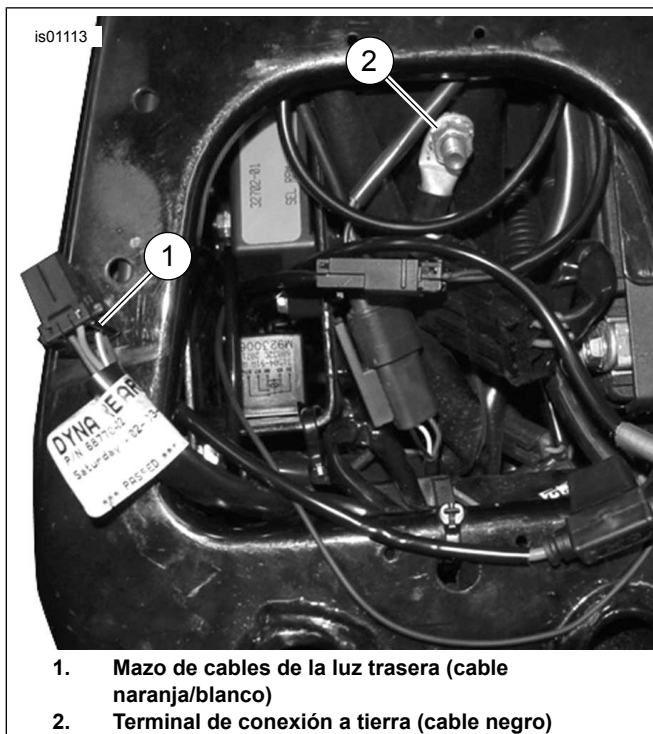

Figura 2. Alimentación y conexiones a tierra (modelos Dyna)
3. Vea Figura 2 . Corte el cable negro en el arnés de cables de la empuñadura con calefacción para alcanzar fácilmente la ubicación de la conexión a tierra, y engarce el terminal de anillo al extremo del cable, según las instrucciones de la herramienta para engarzar Packard en el apéndice del Manual de servicio.
- Vea Figura 2 . Cuidadosamente corte y abra un área de la envoltura del arnés principal dentro de la cubierta lateral, en un punto accesible y corte un cable de alimentación del arnés principal naranja/blanco.